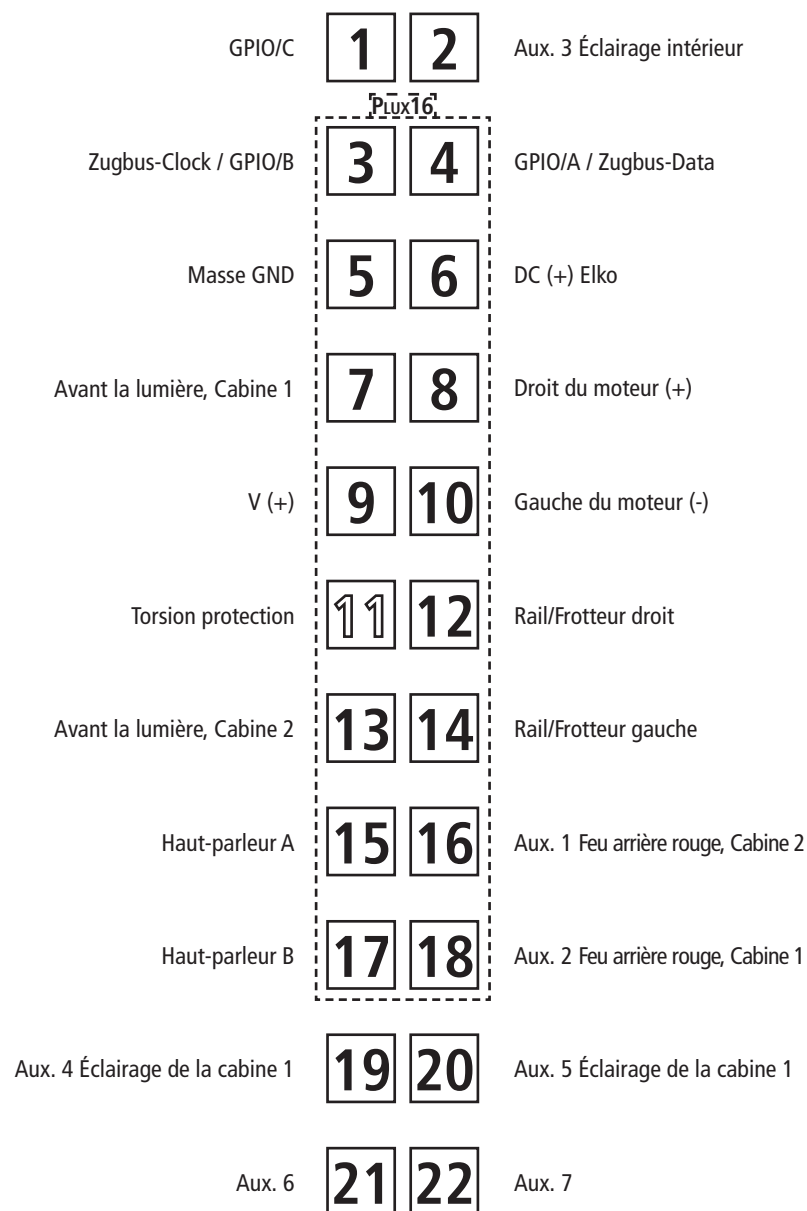
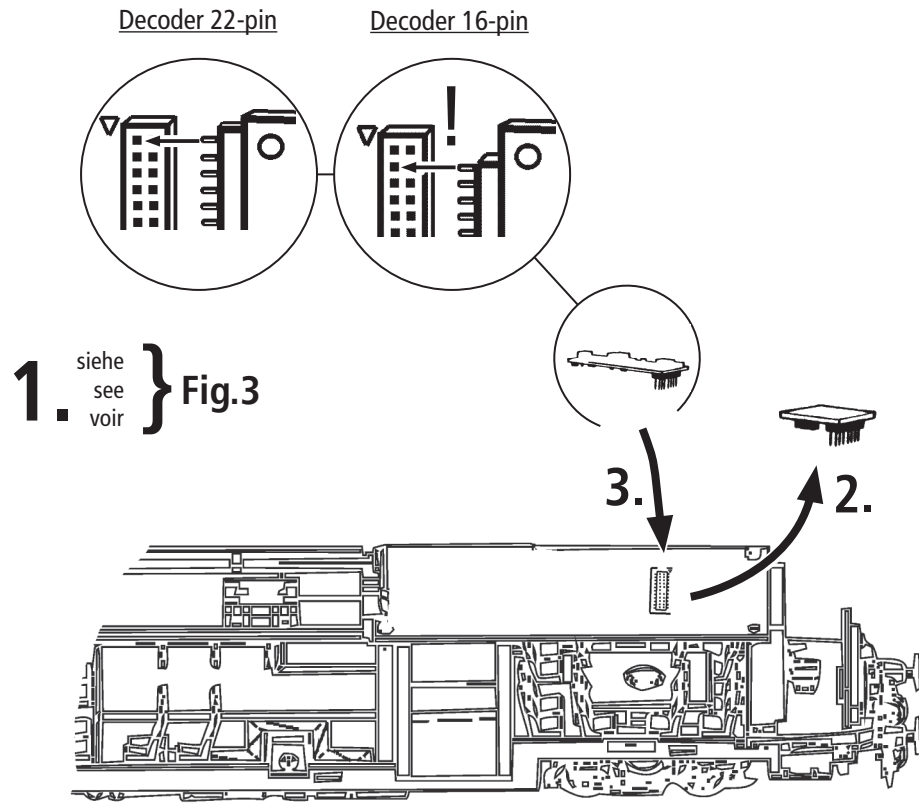
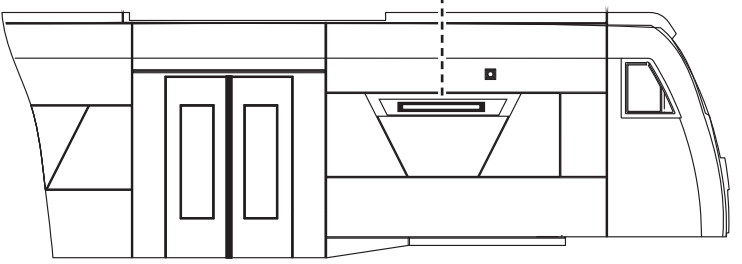

Fig. 4
Fig. 5
Fig. 3
2. Schmierung: Versehen Sie die im Schmierplan in Fig. 5 gekennzeichneten Stellen mit nur **kleinen Öltropfen**. Dazu zuerst das Lokgehäuse abnehmen (Fig. 3). Wir empfehlen den **ROCO Öler Art.-Nr. 10906**. Fürs Schmieren der Getriebeteile (Zahnräder, Schnecke) empfehlen wir das **ROCO-Spezialfett Art.-Nr. 10905**. Im Falle der Schmierung diese Teile **nicht ölen**.
Mehrzugbetrieb: Zuerst Lokgehäuse abnehmen (Fig. 3). Danach den Brückenstecker aus der Schnittstelle entfernen (diesen sorgsam aufbewahren). Danach den Stecker des Steuerbausteins lagerichtig einsetzen (siehe Fig. 4).
2. Lubrication: Apply **tiny oil drops** to spots marked in fig. 5. Prior to lubrication dismantle locomotive (fig. 3). We recommend using item no. **10906, Roco oiler**. For lubrication the gearparts (e.g. cogwheels, worm) we should recommended our Roco **special grease** (item no. **10905**).
Running in digital mode: Remove the jumper from the interface. Finally put the plug of the chip into the interface as shown in fig. 4.
2. Graissage: N'appliquez **qu'une toute petite goutte** aux endroits indiqués par le plan de graissage (fig. 5) après avoir démonté la caisse de la locomotive (fig. 3). Nous vous recommandons **le graisseur à huile Roco réf. 10906**. Pour graisser les engrenages (roues dentées, vis sans fin) nous vous conseillons la **graisse spéciale Roco réf. 10905** pour engrenages en matières synthétiques. Lorsque vous utilisez cette graisse il faut éviter d'huiler ces composants.
Exploitation en télécommande muti-trains: Enlevez la fiche de shuntage de l'interface (à conserver!) et enfichez finalement la fiche du module de télécommande aux prises de l'interface. Veuillez à la position correcte de la fiche (voir fig. 4).